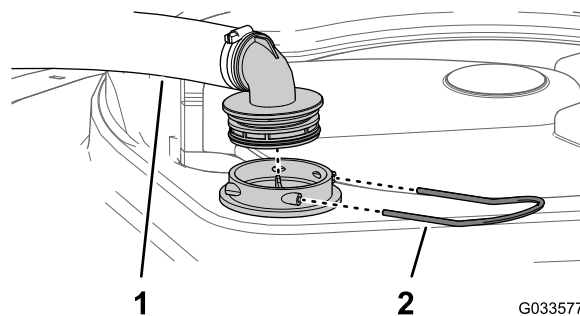

Bild 94
2. Nehmen Sie oben am Sprühbehälter den Halter ab, mit dem das Schlauchanschlussstück befestigt ist, das am dicken Schlauch und dem Filtergehäuse angeschlossen ist (Bild 94).
3. Nehmen Sie den Schlauch und das Schlauchanschlussstück vom Filtergehäuse ab (Bild 94).